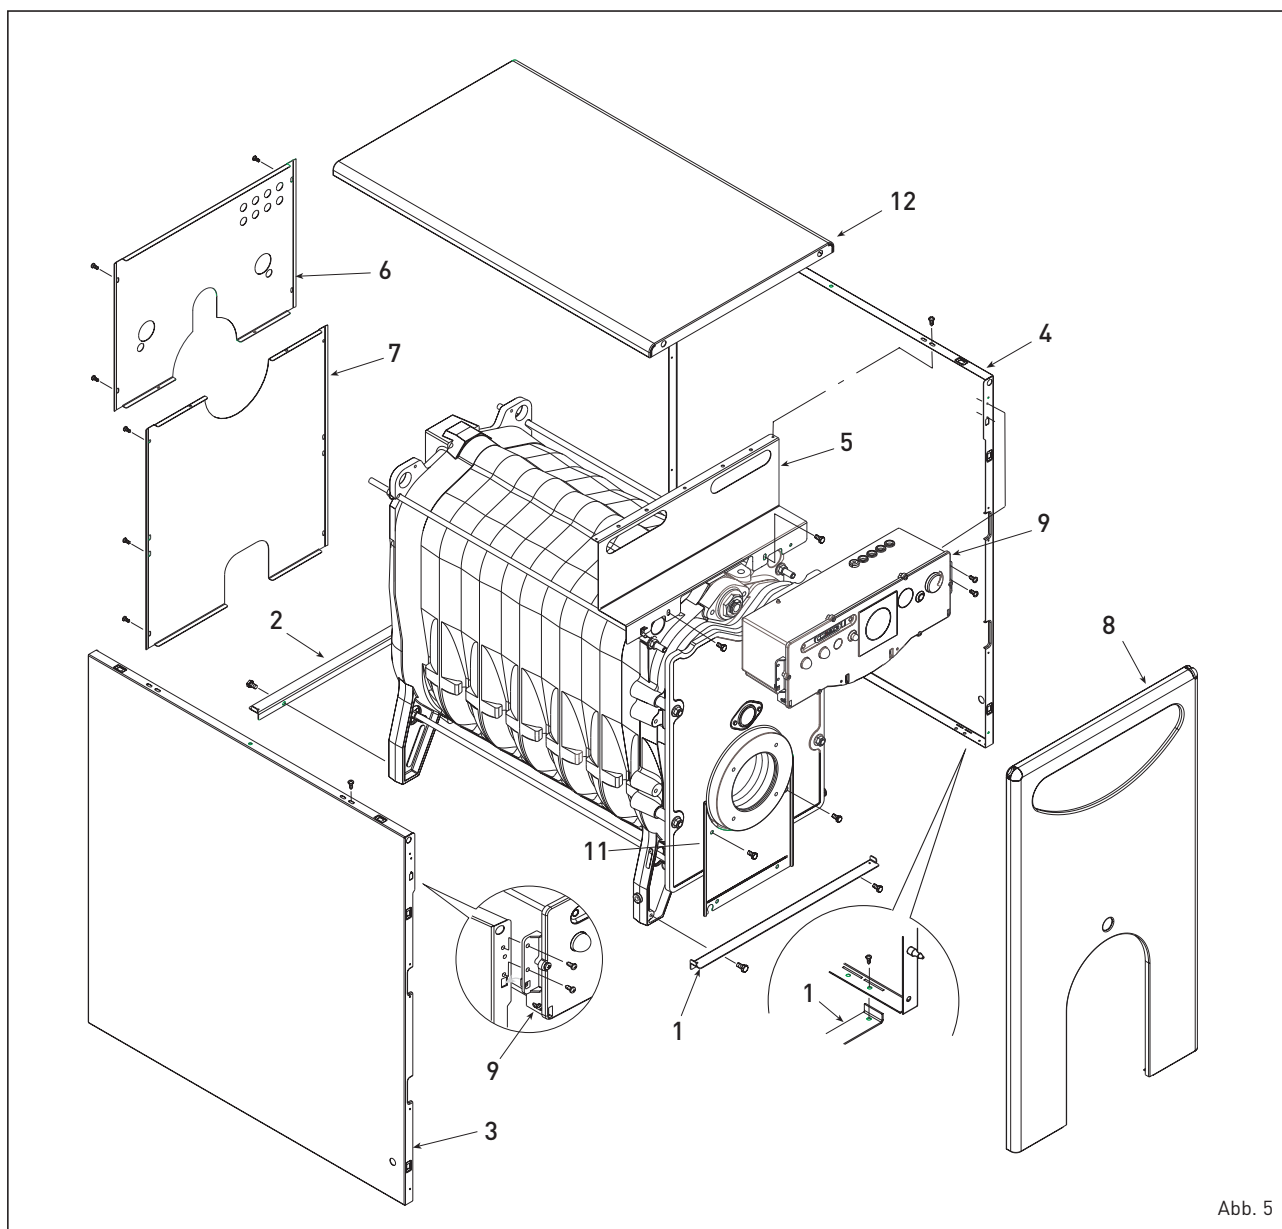

Abb. 5
2.5 MONTAGE DES "RONDÒ ErP" MANTELS (Abb. 5)
des Heizungskessels und die bereits vorbereitete Glaswolle zur Isolation des gusseisernen Heizungskörpers. Zur Montage der Bestandteile des Mantels gehen Sie folgendermaßen vor (Abb. 5):